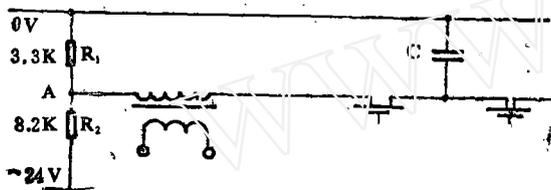
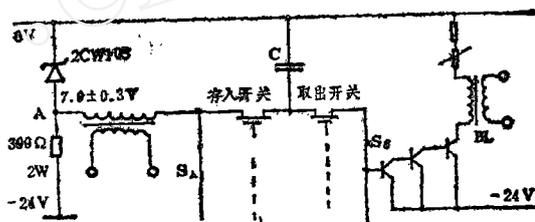

图 1
图 2
电压信号和电流信号由于采用一个公共的直流轴移位参数点A（原电路如图1）而这个参数电位 V_A 是由电阻分压得到的，因此，各路信号存贮电容的充放电电流会流过电阻 R_2 。分压点电位 V_A 随着信号波形的波动而变化，从而造成各路信号之间的相互影响。为了克服这一缺点，采用图2所示的稳压管稳压电路，使存贮电容的充放电电流由稳压管来吸收， V_A 得到稳定。
4. 存贮器板的故障主要表现为存入开关，取出开关（参图2）短接，断路或漏电，存贮电容的漏电等，现将各种故障现象及其产生原因分述如下：
1. 为了克服经过信号延时装置的信号在录波器上光轴的偏移问题，在放大输出级和振子之间增加一个隔离变流器BL（参图2）BL兼有电流放大作用。